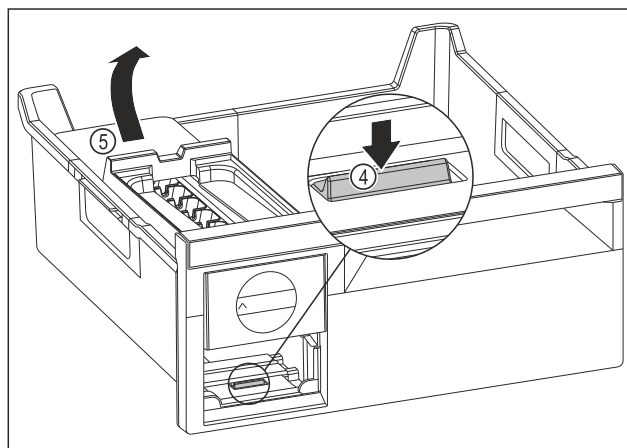

Fig. 136
- ▶ Ta ut EasyTwist-Ice-enheten: Tryck ned skenan Fig. 136 (4) med fingret och lyft samtidigt EasyTwist-Ice-enheten Fig. 136 (5) bakifrån med andra handen.